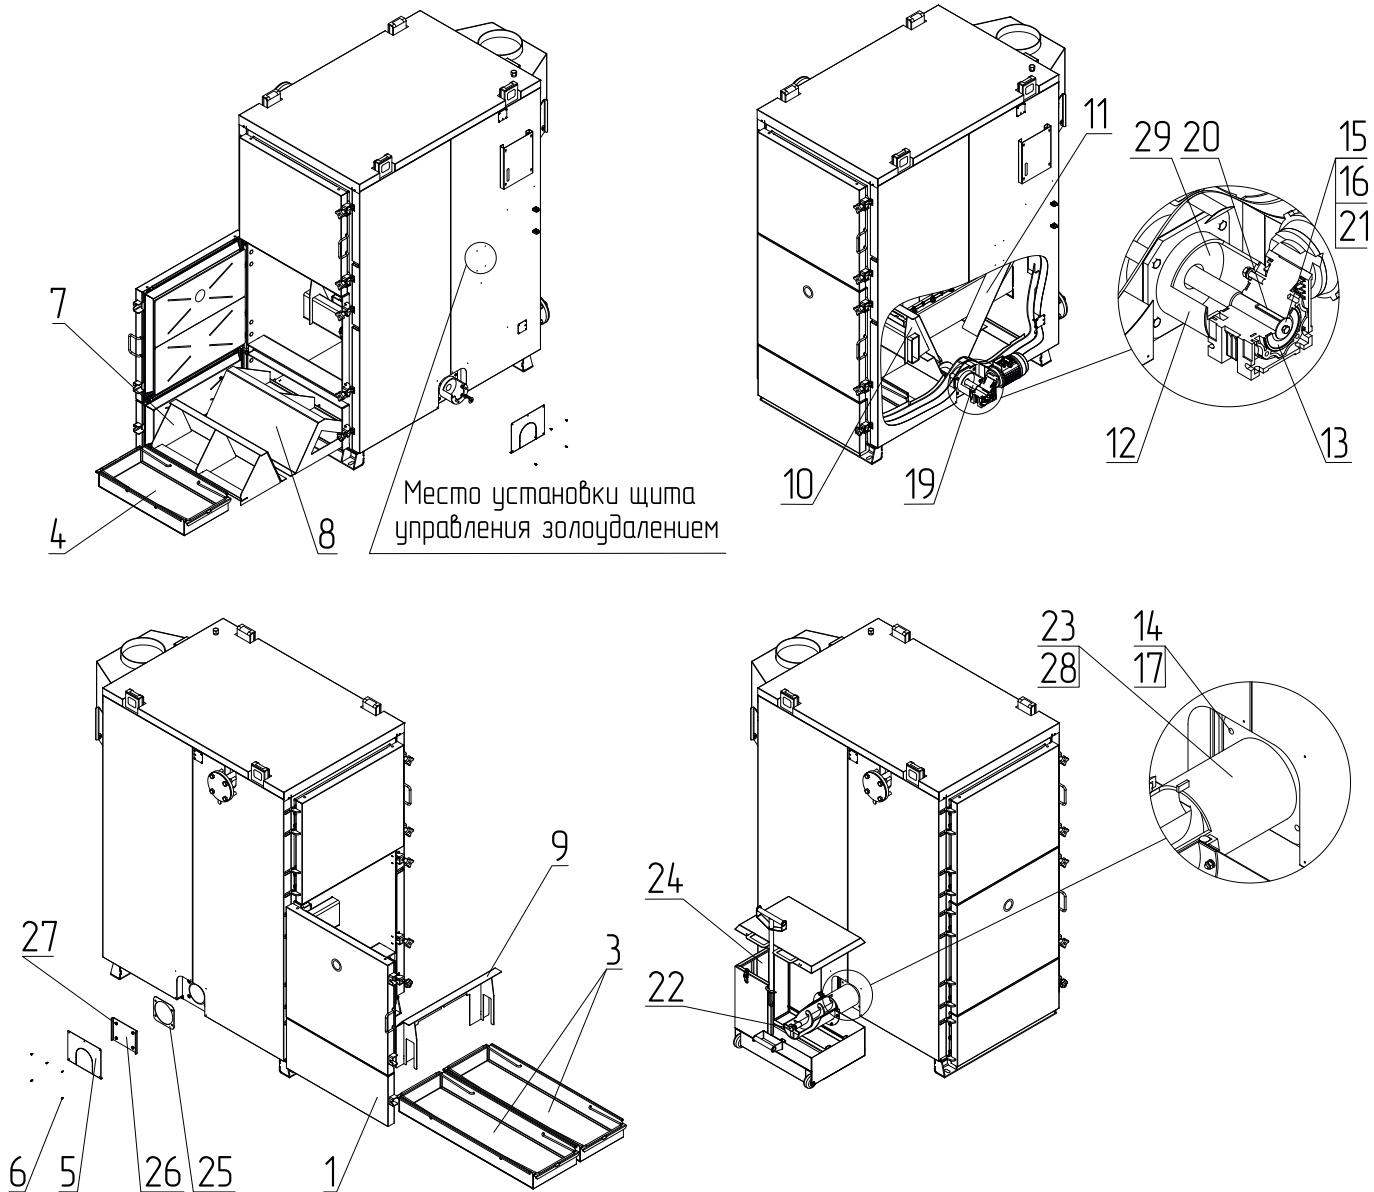
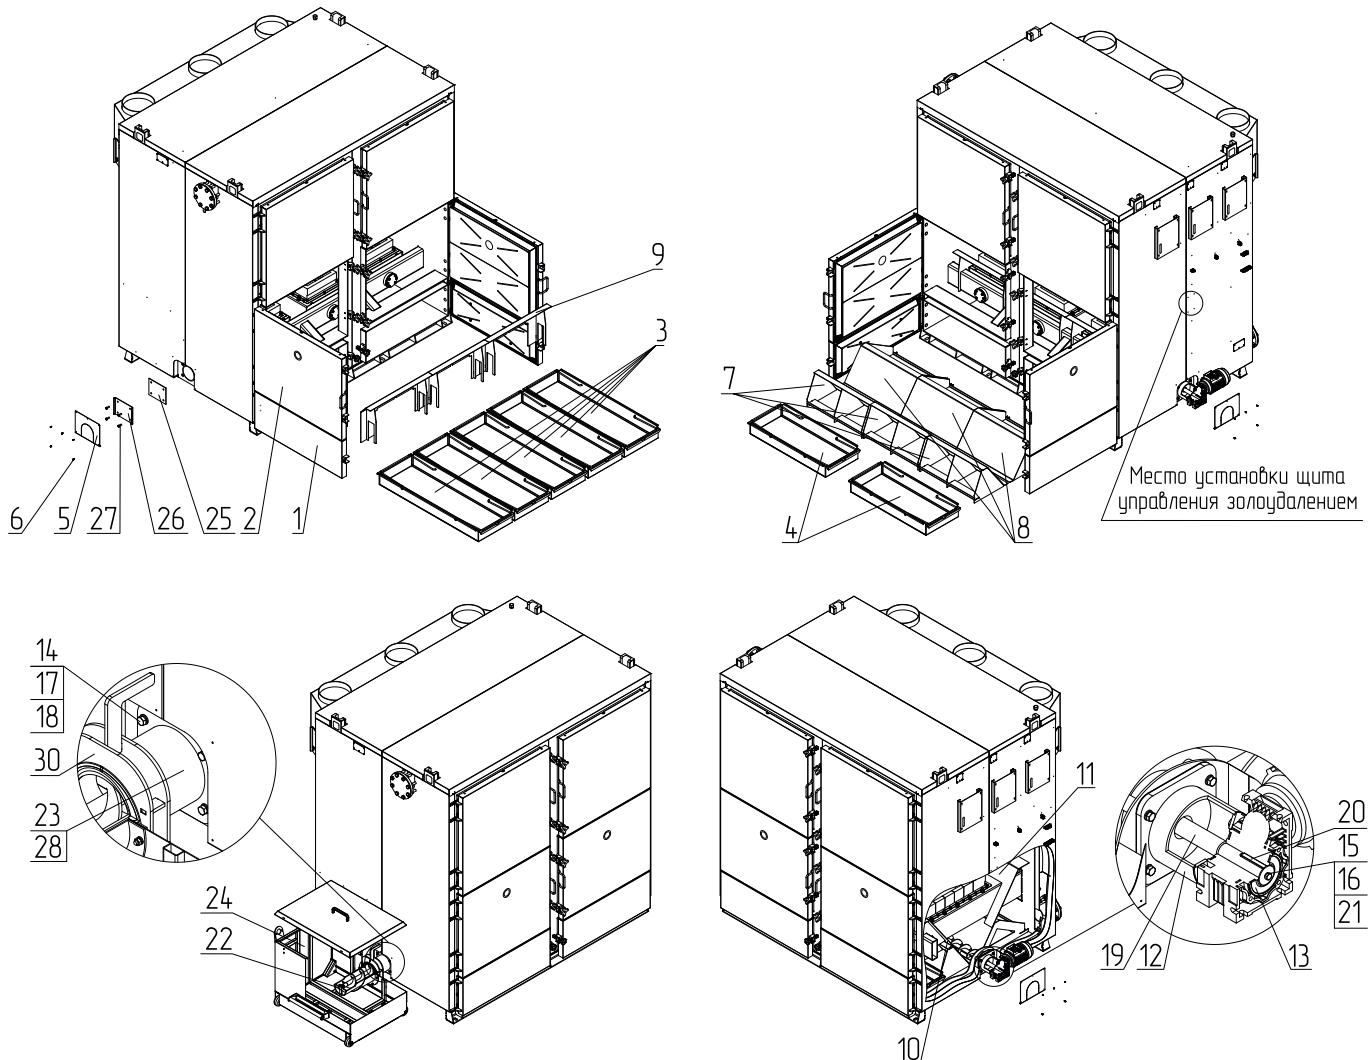

Рис.22 Монтаж системы золоудаления для ZOTA Robot 150-250 кВт
Рис.24 Монтаж системы золоудаления для ZOTA Robot 600-750 кВт
2. Установите в патрубок втулку латунную (**Рис.22 - Рис.24, поз.22**);
3. Наденьте патрубок (**Рис.22, - Рис.24, поз.23**) на шнек золоудаления (**Рис.22 - Рис.24, поз.19**);
4. Наденьте мотор-редуктор с фланцем (**Рис.22, - Рис.24, поз.12, поз.13**), шайбу защитную (**Рис.22, - Рис.24, поз.17**) и прокладку фланца мотор-редуктора на вал шнека золоудаления до упора;
7. Зафиксируйте торец вала болтом M6x16 (**Рис.22, - Рис.24, поз.15**) с шайбами (**Рис.22, - Рис.24, поз.16**) на мотор-редуктор (**Рис.22, - Рис.24, поз.13**);
8. Закрепите патрубок через прокладку патрубка золоудаления (**Рис.22, - Рис.24, поз.28**) к левой стенке котла болтами M8x30 с шайбами;
11. Установите внешний зольный ящик (**Рис.22, - Рис.24, поз.24**) до упора на патрубке золоудаления;